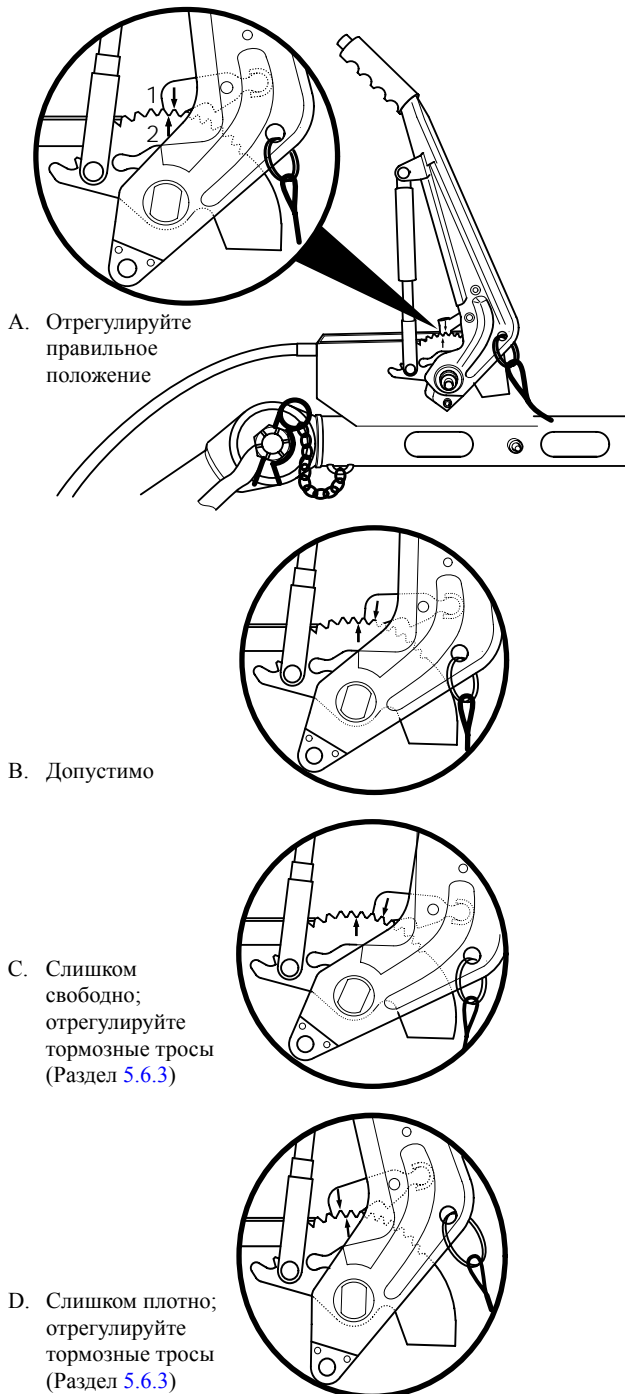

Рис. 5.6 Правильное и неправильное положение меток
5. Проверьте положение стрелки с меткой "1" на замке с защёлкой в сочетании со стрелкой с меткой "2" на зубчатом секторе, в соответствии с рис. 5.6 А,В,С,Д.